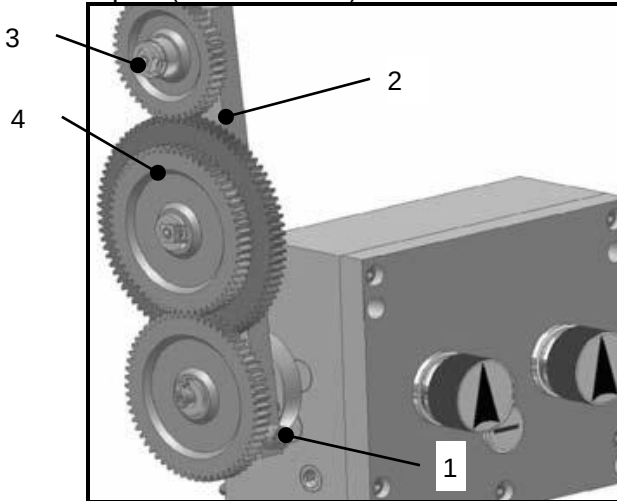

Рис. 15
- Ослабьте винт (1, Рис.15) поворотной консоли (2, Рис. 15)
- Выведете, повернув на себя, из зацепления со шпинделем консоль (2, Рис.15) с набором шестерен для удобства настройки
- Извлеките фиксирующие шайбы осей шестерен, и открутите квадратные гайки (3, Рис.15)
- Аккуратно снимите шестерни (4, Рис.15) с осей, извлеките передвигаемые сухари осей шестерен (не показаны).
После регулировки зазоров между шестернями и их фиксации, поворотом консоли (2, Рис.15) введите шестерни в зацепление с шестерней на шпинделе и зафиксируйте ее винтом (1, Рис.15).